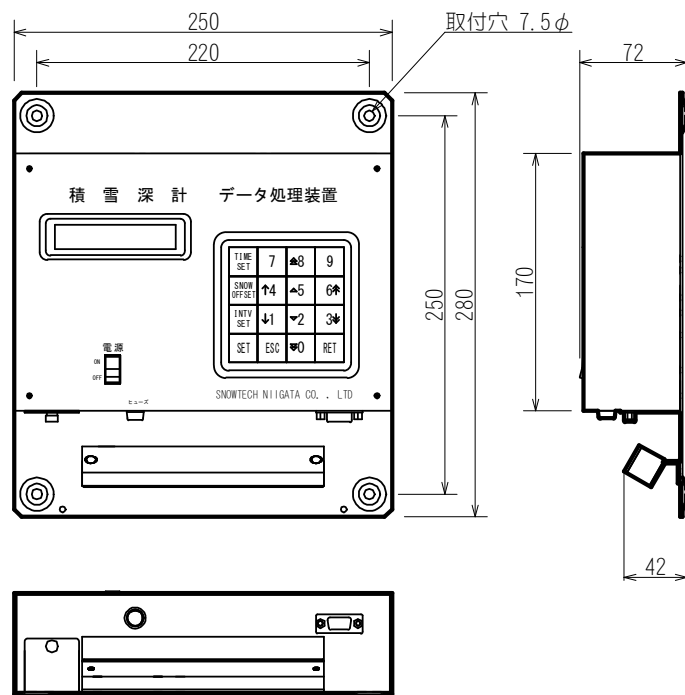

図 4
(2) データ処理装置
- ① 屋内仕様ですので、屋外に設置する場合は必ず屋外BOX（市販品）を用意して、その中に収納してください。
- ② 屋内に設置する場合は、壁面に設置するか、机の上に設置してください。机上的場合は、落下しないような処置をしてご使用ください。
- ③ 屋外BOX、壁面等に取り付ける場合は、図4の寸法を参考に取り付けてください。